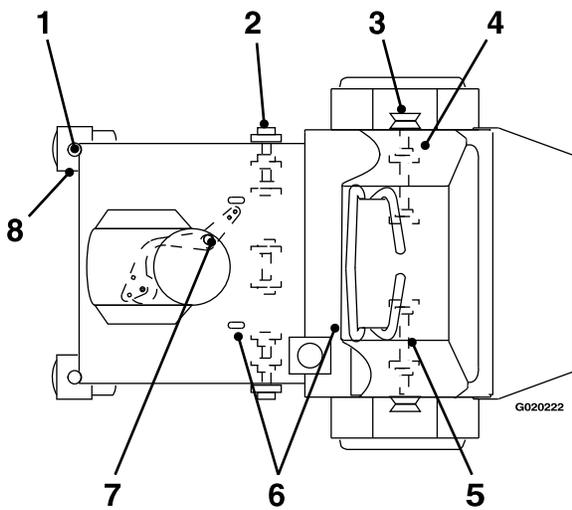

Figura 24
2. Limpie con un trapo los engrasadores (Figura 24).
3. Conecte una pistola de engrasar al engrasador (Figura 24).